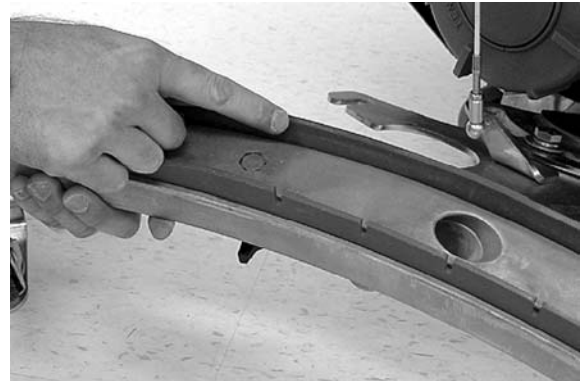

FIG. 50
8. Vérifiez l'état du bord nettoyeur de la lame de racloir (Figure 50). Faites pivoter la lame en cas d'usure. (Voir REMPLACEMENT DES LAMES DE RACLOIR)